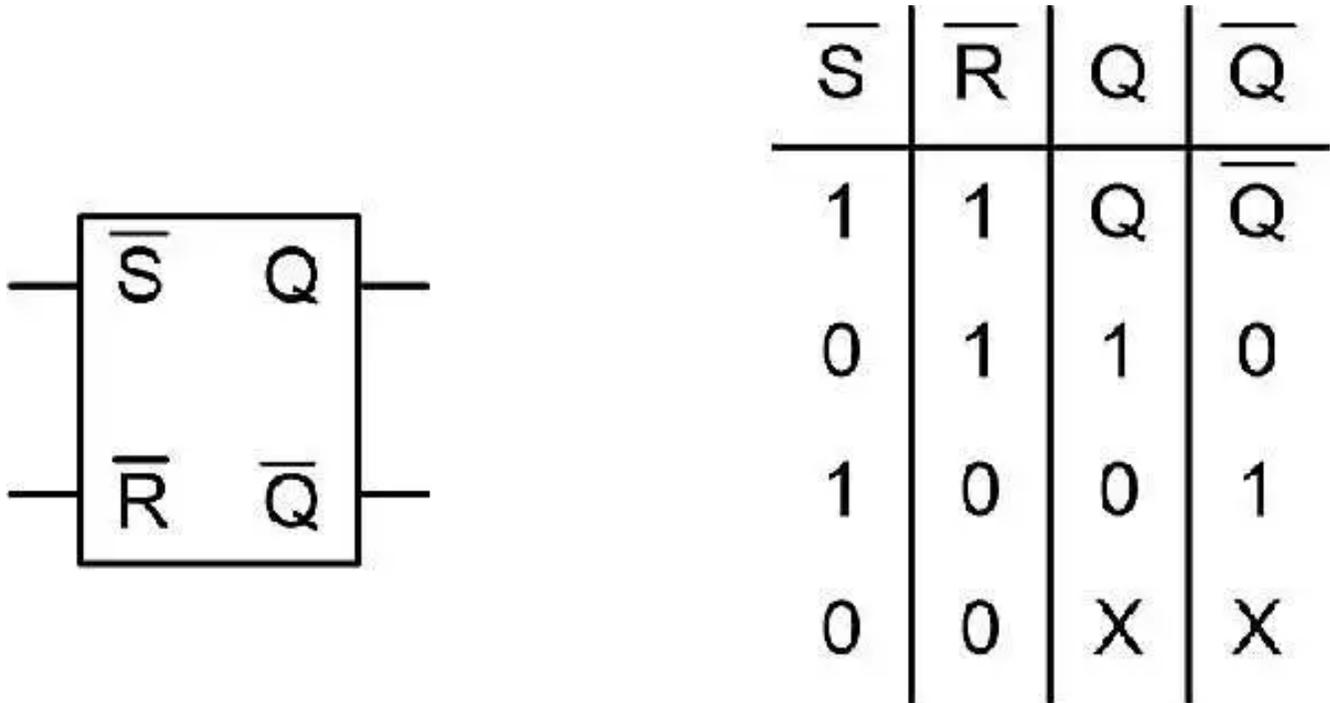

図 2. アクティブ LOW 入力を備えた SR ラッチ、およびそれに対応する真理値表。
単純なセット/リセット (SR) ラッチ回路を使用して、ラッチオフ障害応答をパワー コンバータに追加できます。図 2 に、SR ラッチとその真理値表を示します。この例では、SR ラッチはアクティブ LOW 入力になっています。これは、入力が HIGH のとき、出力 Q および Q バーは変化しないことを意味します。セット (S) 入力が LOW になると、Q は HIGH (1) に設定されます。リセット (R) が LOW になると、Q は LOW (0) になります。両方の入力が LOW の場合は、出力が不定状態になるため、一般的には回避する必要があります。追加の論理ゲートを使用すると、この状況を解消できます。
図 2 に、ラッチ回路を実装するためのアプローチの概要を示します。多くのパワー コンバータおよび監視回路には、パワー グッド (PGOOD) 出力があります。コンバータに障害が発生した場合、PGOOD 信号は LOW になり、コンバータに問題があることを示します。PGOOD 信号が LOW になると、ラッチ回路の出力 (Q) が HIGH になり、これによってコンバータの EN ピンが LOW になります。EN ピンが LOW になるとコンバータはオフになり、自動的に再起動しません。リセット信号がラッチに送られるとコンバータが再起動し、Q 出力が LOW になり、これによって EN ピンが HIGH になります。インターフェイスをより簡単にするためにインバータが内蔵されており、オープンドレインの MOSFET (金属酸化膜半導体電界効果トランジスタ) を使用して実装されています。